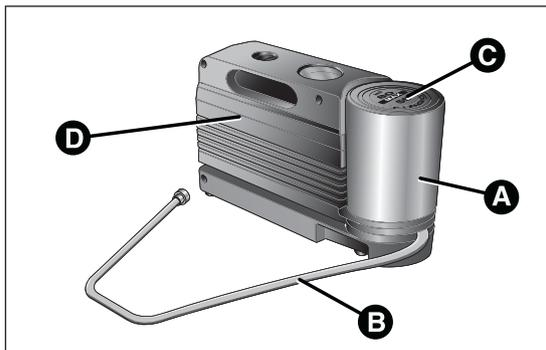

fig. 122
Il kit fig. 122 comprende inoltre:
- una bomboletta A fig. 122 contenente il liquido sigillante, dotata di: